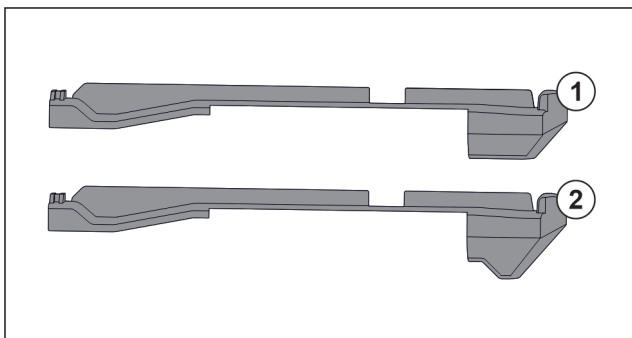

Fig. 141 Vergelijking van de insteekelementen
In het apparaat bevinden zich twee verschillende insteekelementen. Het insteekelement boven de onderste lade Fig. 141 (2) heeft een driehoekige rand. Alle overige insteekelementen Fig. 141 (1) hebben een rechte rand.
- ▶ Insteekelement Fig. 141 (2) met de driehoekige rand boven de onderste lade aanbrengen.
- ▶ Insteekelement Fig. 141 (1) met rechte rand op alle overige plekken aanbrengen.